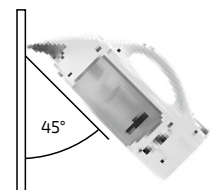

Abbildung 5: Absaugwinkel
- Reinigen Sie das Fenster wie gewohnt mit Wasser und Reinigungsmittel. Schalten Sie den Fenstersauger durch Betätigen des Geräteschalters ein, die Betriebsanzeige leuchtet dauerhaft grün. Setzen Sie das Gerät mit der Gummilippe an der abzusaugenden Oberfläche an und ziehen Sie es mit leichtem Druck von oben nach unten über die Oberfläche. Das beste Ergebnis erzielen Sie, wenn Sie das Gerät im 45°-Winkel zur Scheibe halten (Abb. 5).